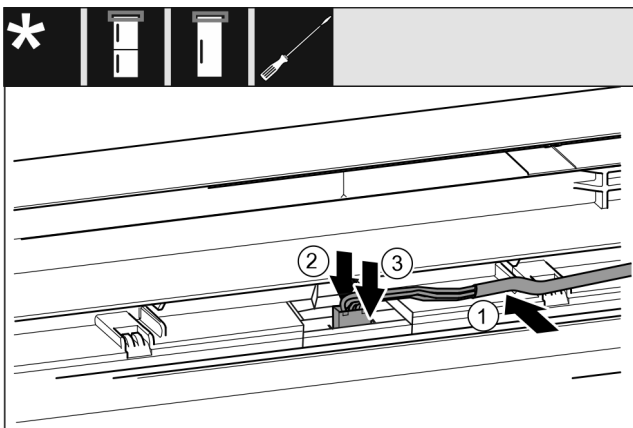

Fig. 33
- ▶ Ilæg det grå kabel i føringen i den øverste dør. Fig. 33 (1)
- ▶ Tryk låsetappen tilbage. Fig. 33 (2)
- ▶ Lad stikket gå i indgreb. Fig. 33 (3)